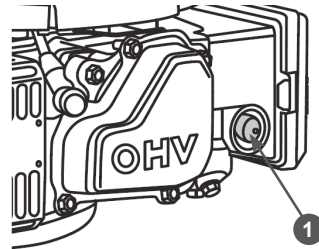

Рис. 13 Расположение ручного топливного насоса
2. Для запуска холодного двигателя нажмите три раза на ручной топливный насос 1 (Рис. 13). При запуске прогретого двигателя ручной топливный насос не нажимать не нужно.